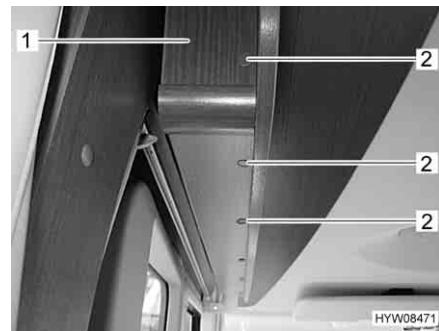

Fig. 74 Diaframma sul letto basculante
- Togliere tutti i coperchi di copertura (Fig. 74,2).
- Svitare tutte le viti (a intaglio) che si trovano sotto i coperchi di copertura e rimuovere il diaframma (Fig. 74,1).